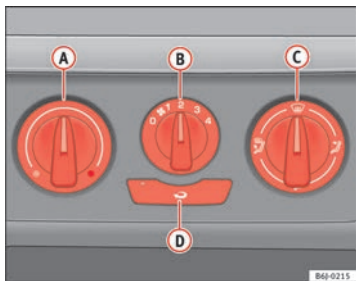

Fig. 89 Mandos de la calefacción en el tablero de instrumentos
- Gire el regulador de temperatura ⇒ fig. 89 **A** hacia la izquierda.
- Gire el regulador de la temperatura ⇒ fig. 89 **A** hacia la derecha hasta alcanzar el grado de calefacción deseado.
- Gire el regulador de la temperatura ⇒ fig. 89 **A** hacia la derecha hasta el nivel máximo de calefacción.
- Gire el regulador de temperatura ⇒ página 131, fig. 89 **(A)** hacia la zona de calefacción.